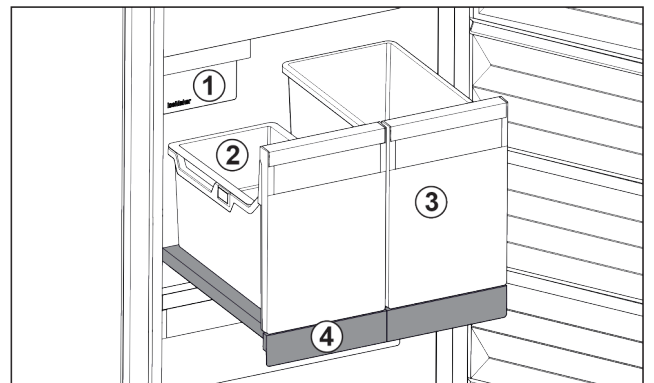

Fig. 32 Auszugsbord mit IceTower
Auf dem Auszugsbord sind zwei hohe Behälter (IceTower). Im Behälter Fig. 32 (2) werden Eiskwürfel aus dem IceMaker gesammelt und gelagert. Behälter Fig. 32 (3) eignet sich für die Lagerung von hohen Lebensmitteln wie Pizzen oder alkoholischen Getränken.